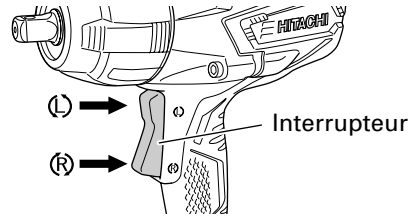

Fig. 3
1. Fonctionnement de l'interrupteur (Fig. 3)